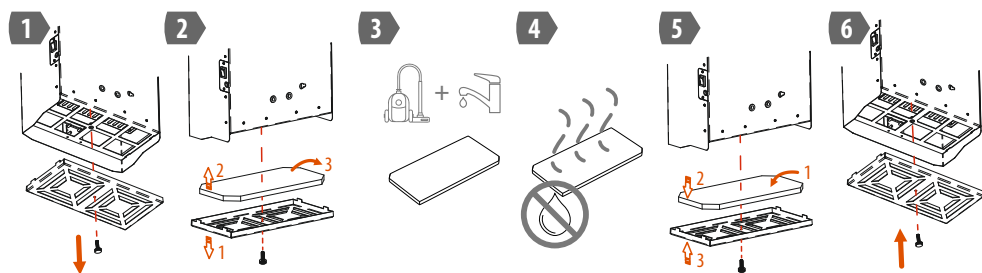

Рисунок 4. Операции при очистке воздушного фильтра ОВУ-07
8.3 Для очистки (промывки) фильтра необходимо: отвернуть крепёжный винт защитной решётки и снять решётку (см. рисунок 4). Затем извлечь фильтр, очистить его с помощью пылесоса, промыть под сильной струёй воды и тщательно просушить. Установить фильтр и решетку в обратном порядке.